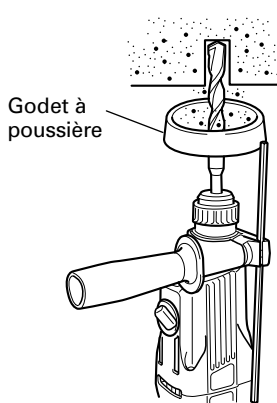
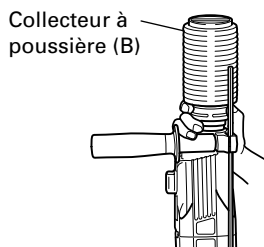

Fig. 3
Fig. 4
## 7. Lors de l'installation de la capuchon à poussière ou du collecteur de de poussière (B) (accessoires en option) (Fig. 3, Fig. 4)
Utiliser la capuchone à poussière en la fixant au foret comme montré dans la Fig. 3.
- Pose du collecteur à poussière (B)
Lors de l'utilisation du collecteur à poussière (B), l'insérer par le bout du foret en l'alignant avec la rainure sur la poignée. (Fig. 4)